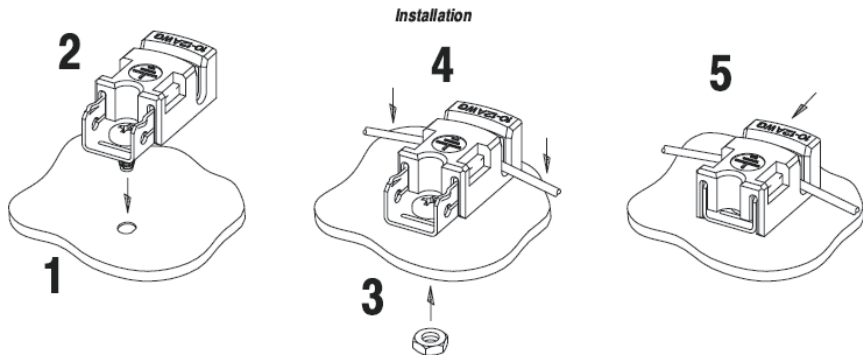

图11 接地夹具接地
4)接地线应为只经过表面处理没有绝缘层的裸露铜线。推荐使用线径4-6mm²(10-12AWG)的接地线及接地夹具（如Tyco,型号1954381-2）进行接地（见图11）。